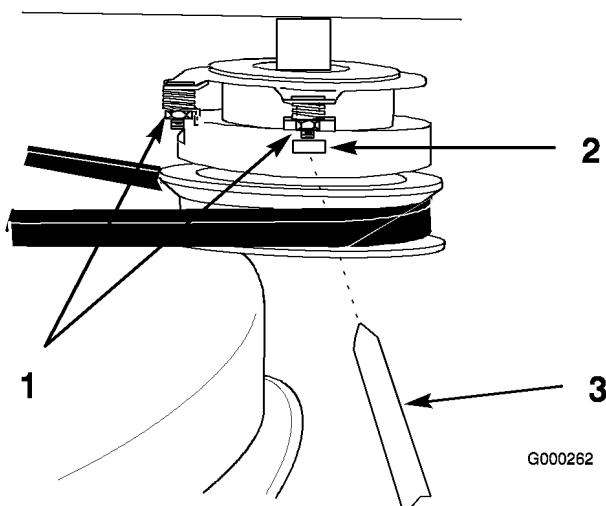

Figura 40
1. Para ajustar el embrague, apriete o afloje las contratuerca de los espárragos (Figura 40).
2. Verifique el ajuste insertando una galga a través de las ranuras junto a los espárragos (Figura 40).